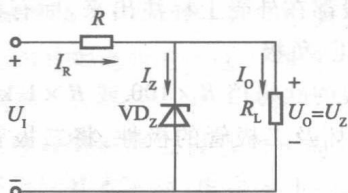

图 1.10 稳压管测试电路
(1) 按图 1.10 所示电路连接线路,图中的 U_1 由直流稳压电源 ($0 \sim 30 \text{ V}$) 提供,稳压管 VD_z 的型号为 1N47,电阻 R 为 $470 \Omega/1 \text{ W}$ 。测量当输入电压 U_1 分别为 20 V 、 25 V ,负载电阻 $R_L = 10 \text{ k}\Omega$ 不变时的输出电压 U_o 的值;测量当输入电压 $U_1 = 20 \text{ V}$ 不变,负载电阻 R_L 分别为 $10 \text{ k}\Omega$ 、 $5 \text{ k}\Omega$ 时的输出电压 U_o 的值。根据测量的结果,总结输出电压变化的情况。